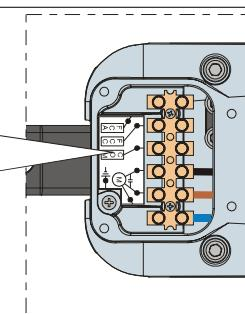

Рис. 15
3) Подсоедините мотор и заземление в соответствии с изображением на Рис.15 и прилагаемой таблицей.